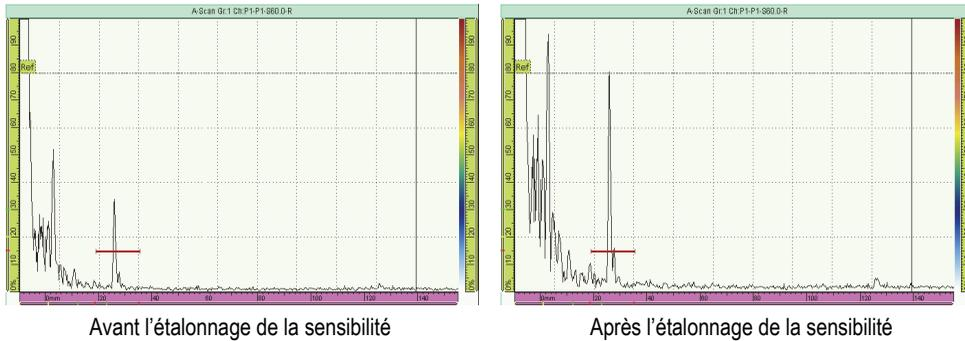

Figure 5-13 Signal du réflecteur de référence avant et après l'étalonnage de la sensibilité
3. Sélectionnez **Réglages UT > Avancé > Ampli. de réf.**, et puis entrez l'amplitude de référence désirée (par exemple, 80 %, comme montré à la Figure 5-13 à la page 146).
La Figure 5-13 à la page 146 montre le signal du réflecteur de référence avant et après l'utilisation de la commande **Régler à XX.X%**.